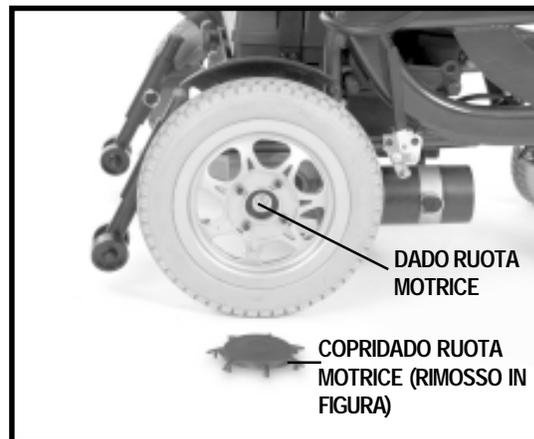

Figura 29. Rimozione della ruota motrice
3. Rimuovere il copribullone della ruota motrice. Si veda figura 29.
4. Rimuovere dado e rondella dall'assale della ruota. Si veda figura 29.